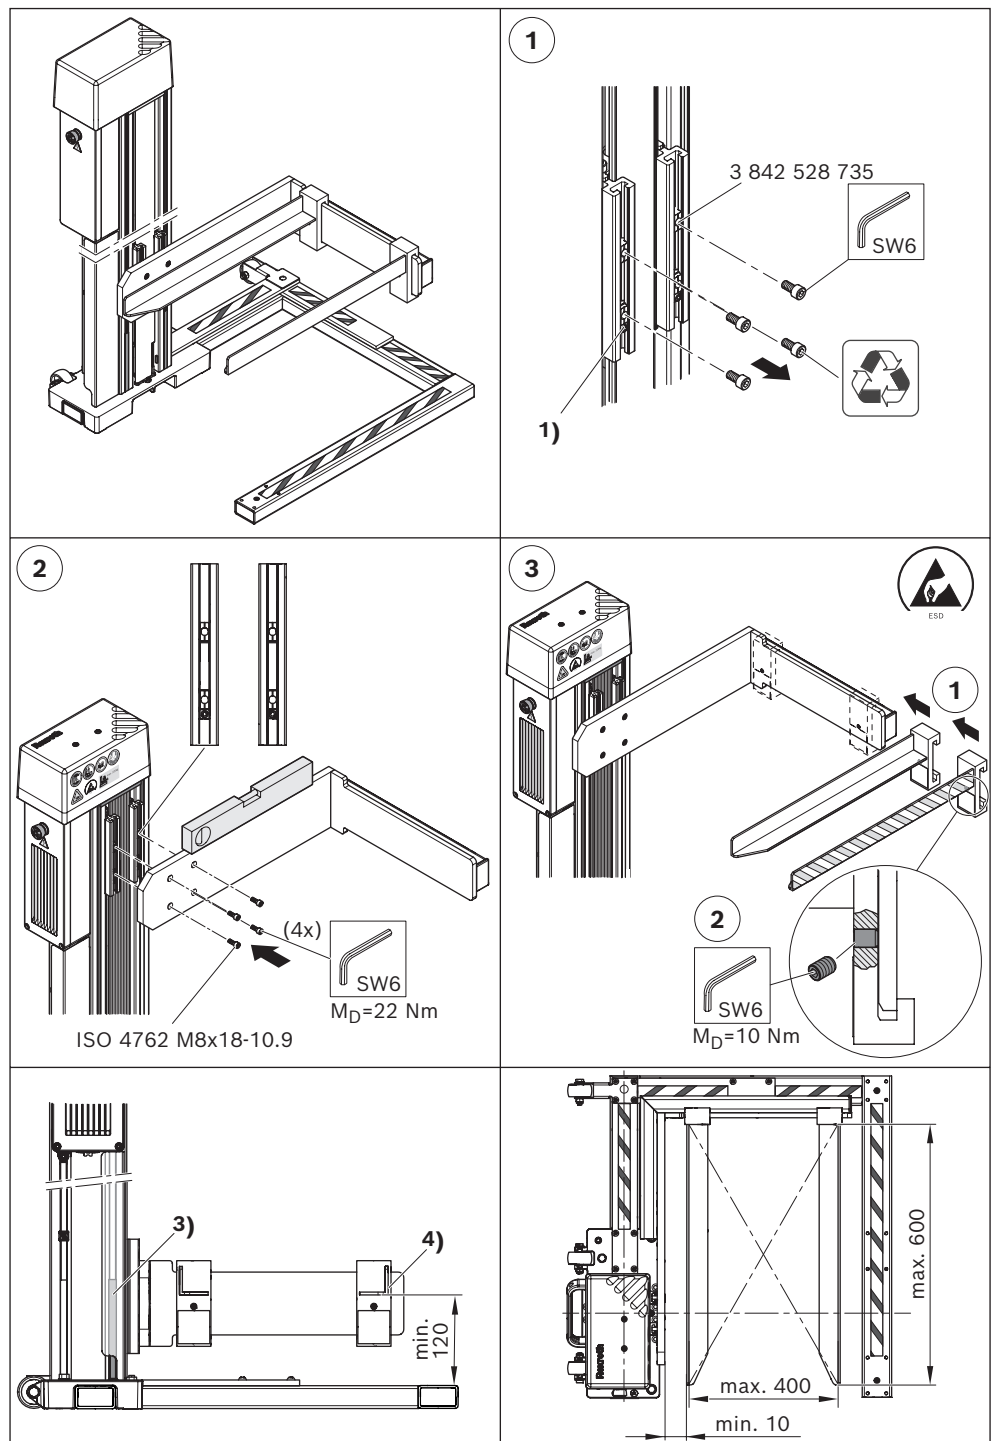

Abb. 20: Montage Anbauwinkel und Gabeln für Seitenbelastung per Bodenroller (Umbau siehe „Erweiterung und Umbau“ auf Seite 55)
- Kisten Seitenbeladung (siehe Abb. 20)